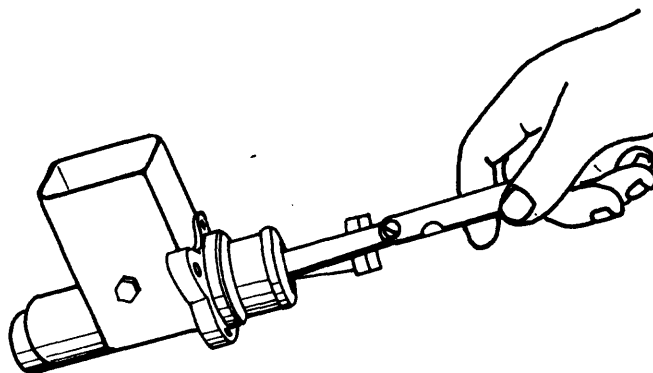

Fig. 2.
- c Controle el huelgo entre el pistón y el cilindro, de acuerdo a las especificaciones del fabricante (fig.2).